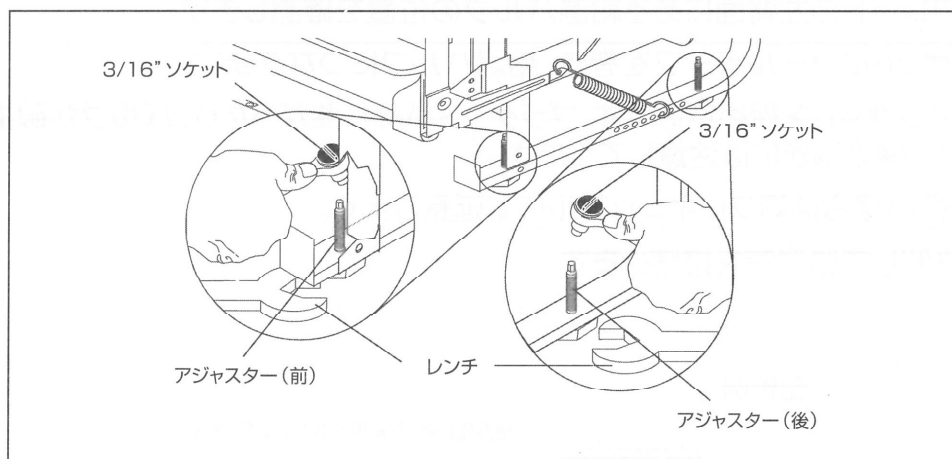

図 6
1. 固定ブラケットがキャビネット開口部の高さになるようにアジャスター（図6参照）を調整します。